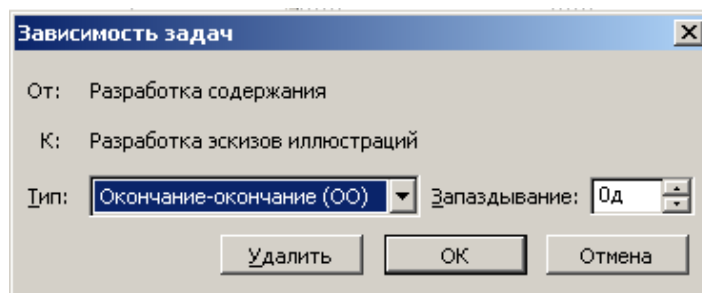

Рис. 2.18. Диалог **Task Dependency** (Зависимость задач)
- Дважды щелкните мышью на стрелке, обозначающей связь на диаграмме. На экране появится диалог **Task Dependency** (Зависимость задач) (рис. 2.18).